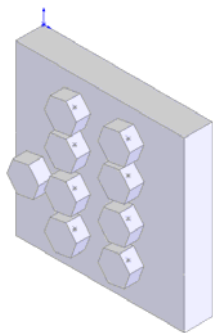

图 5-120 等轴测视图
⑦ 设置视图方向。单击“标准视图”工具栏中的“等轴测”图标, 将视图以等轴测方向显示, 结果如图 5-120 所示。